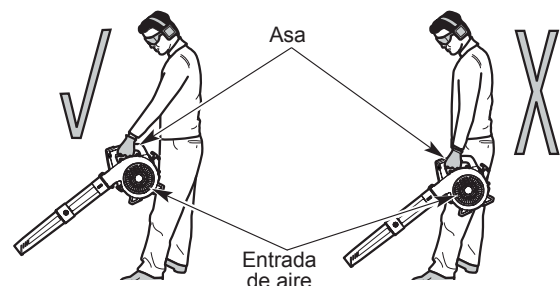

Fig. 8
- Póngase en pie en la posición de puesta en marcha (Fig. 8). Permanezca en pie erguido. No se incline.
- Sujete la herramienta delante de usted y alejada de su cuerpo (Fig. 8).
Para evitar lesiones personales graves o daños a la herramienta, NO sujete la herramienta en su costado (Fig. 8). El motor puede estar muy caliente. NO bloquee las ranuras de entrada de aire.